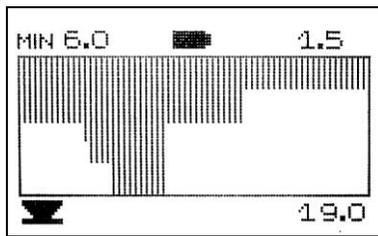

Рис. 17
8.4.4 Для запуска построения графического профиля (разреза) изделия, клавишами "Стрелка вверх" и "Стрелка вниз" в меню " В-SCAN " установить курсор на надпись "СТАРТ В-SCAN" и нажать клавишу "Ввод". Устойчиво установить ПЭП на изделие с предварительно нанесенной контактной смазкой, одновременно с появлением значка  "Акустический контакт" на индикаторе начнет отображаться график В-SCAN (Рис. 17)